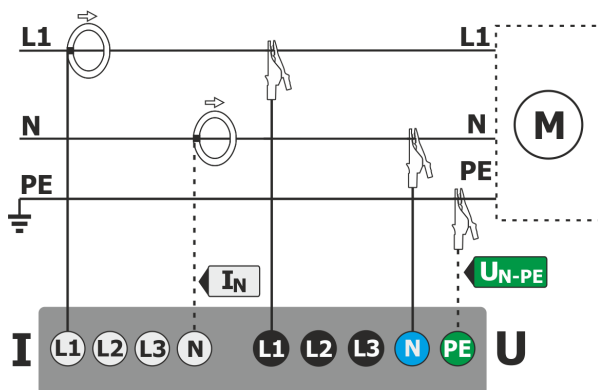

Fig. 58. Esquema de conexión – sistema monofásico.
- monofásica (Fig. 58)
**Paso 2: Conexión a la red examinada.** Conectar el analizador a la red de prueba de acuerdo con la Fig. 58. Se deben conectar las entradas de tensión L1, N. No es necesario conectar la pinza porque no se requiere la medición de la corriente. Conectar la alimentación externa del analizador para que el analizador no funcione con su batería y no se apague debido a una batería descargada.